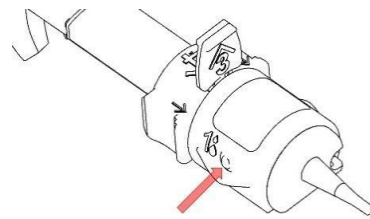

Fig. 1.
3. Introduzca completamente la cánula (25G) de una jeringa llena de material viscoelástico en la pequeña abertura indicada con '1' (Fig. 1), manteniendo una ligera presión en la punta de la cánula. Inyecte la solución viscoelástica dispersiva (preferiblemente HPMC) a través de la abertura. La cantidad inyectada de visco es suficiente tan pronto como los dos flujos (gotas) de la solución viscoelástica se encuentran en la parte superior de la lente (se vuelven confluentes).